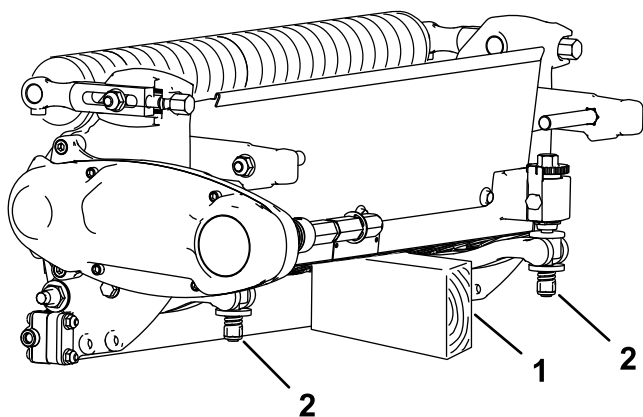

Figura 11
- Cu unitatea de tăiere îndepărtată de la nivelul mașinii, sprijiniți partea din spate a unității de tăiere pentru a vă asigura că piulițele de la capătul posterior al șuruburilor de reglare pentru bara de cadru nu se sprijină de suprafața de lucru (Figura 11).